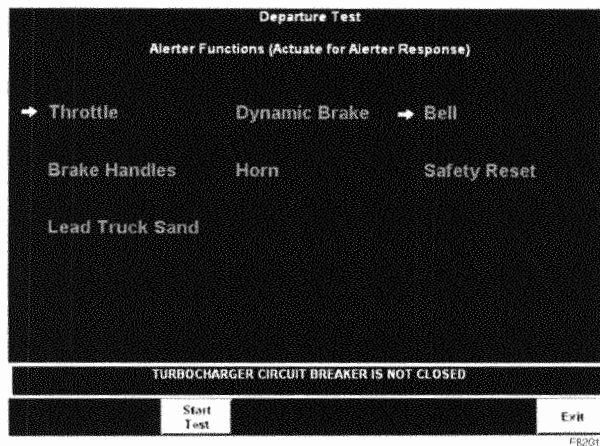

Figura 3-72. Prueba de partida - Prueba del alertador
Aparece la pantalla de ingreso a la prueba del Alertador. Consulte Figura 3-72. (Los dispositivos pueden estar ordenados en forma distinta a la de Figura 3-72).
- Opere los dispositivos mencionados en la pantalla de ingreso a la prueba del alertador de a uno por vez: Acelerador, Campana, Bocina, etc. Figura 3-72.